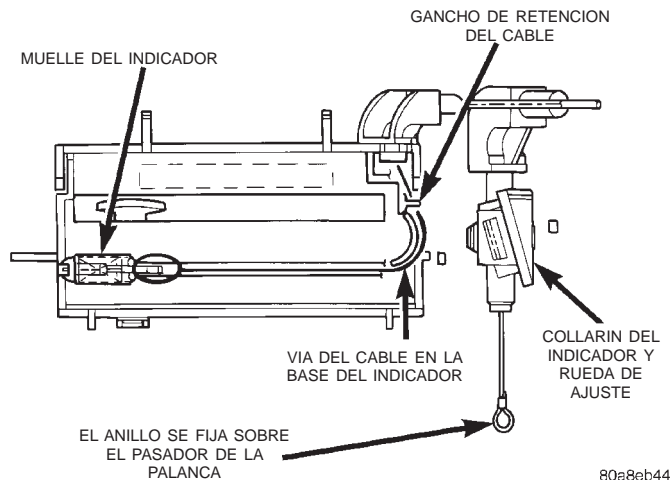

Fig. 25 Indicador de posiciones
(2) Retire la cubierta inferior de la columna de dirección. Consulte el procedimiento en Desmontaje e instalación de cubierta inferior de la columna de dirección, en esta sección.
(3) Retire la armadura metálica de la rodillera. Consulte el procedimiento en Desmontaje e instalación de armadura de la rodillera, en esta sección.
(4) Desconecte el extremo del cable del indicador de posiciones de la transmisión de la palanca de cambios flexionando el ARO en el cable de cambios de la transmisión hacia atrás y deslizando el anillo del cable del indicador sobre el pasador de la palanca (Fig. 25).
(5) Desconecte el collarín que sujeta el cable del indicador a la columna de dirección y abrazadera del cable de cambios de la transmisión.
(6) Retire el marco del grupo de instrumentos. Consulte el procedimiento en Desmontaje e instalación del marco del tablero de instrumentos, en esta sección.
(7) Gire hacia atrás la parte superior del grupo de instrumentos.